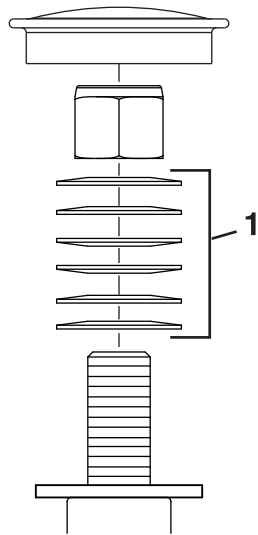

Figura 88
3. Retire el tapón guardapolvo de la rueda giratoria y apriete la contratuerca (**Figura 88**).
4. Apriete la contratuerca hasta que las arandelas de muelle estén planas, luego afloje $\frac{1}{4}$ de vuelta para establecer la pre-carga correcta de los cojinetes (**Figura 88**).
Importante: Asegúrese de que las arandelas de muelle están correctamente instaladas, según se muestra en **Figura 88**.
5. Coloque el tapón anti-polvo (**Figura 88**).